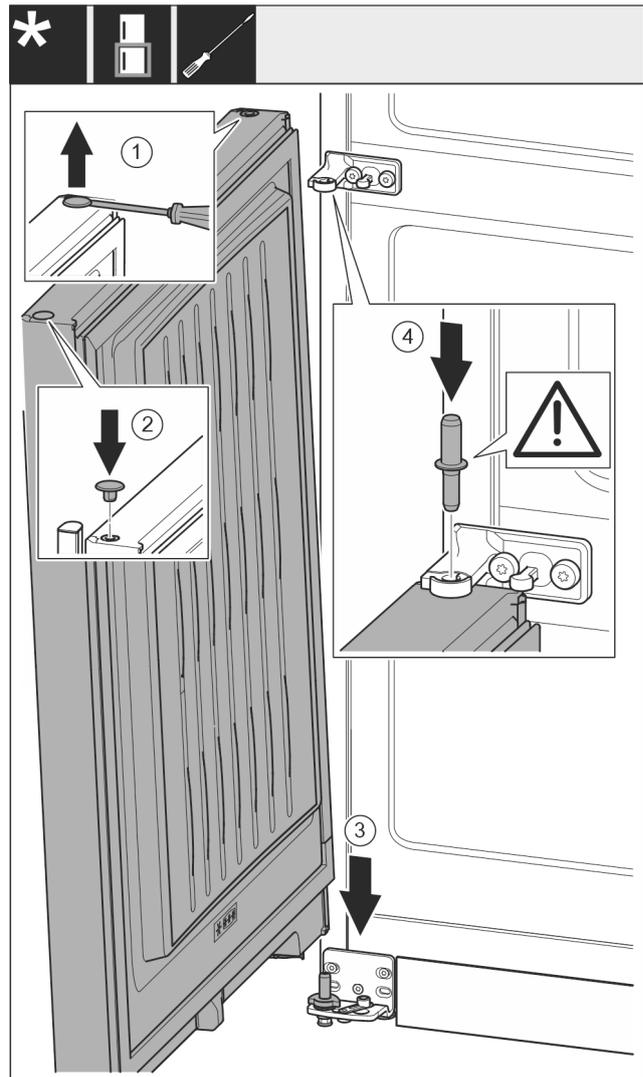

Fig. 29
- ▶ Stopfen vorsichtig mit einem Schlitzschraubendreher anheben und herausziehen. Fig. 29 (1)
- ▶ Stopfen auf der anderen Türseite wieder einsetzen. Fig. 29 (2)
- ▶ Tür von oben auf den unteren Lagerbolzen aufsetzen. Fig. 29 (3)
- ▶ Lagerbolzen Mitte durch Lagerbock Mitte in die untere Tür einsetzen. Dabei darauf achten, dass der Rastnocken nach hinten zeigt. Fig. 29 (4)